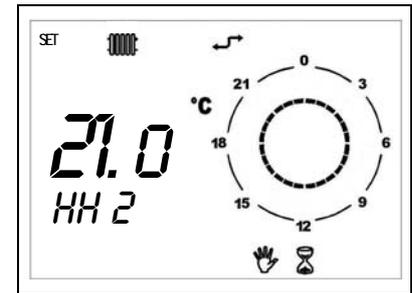

Figura 16
- Funzionamento **MANUALE TEMPORIZZATO (PARTY)**: segnalato dalla compresenza delle icone clessidra e manuale (vedi Figura 16).
- Durante l'intero periodo sul display sarà visibile il tempo rimanente allo scadere della funzione temporizzata (vedi Figura 16).